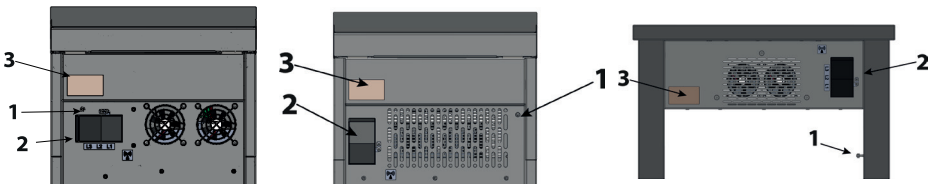

Bild 5. Ansicht des Gerätes
- Überprüfen, ob die Spannung im Energieversorgungsnetz der auf dem Leistungsschild des Gerätes angegebenen Spannung entspricht (Bild 5, Pos. 3)
- Um das Gerät an das elektrische Netz anzuschließen sollte man das Stromkabel an den Klemmkasten an der hinteren Wand des Gerätes anschließen (Bild 5, Pos. 2). **Das Stromkabel mit dem Stecker IST KEIN Teil des Sets und sollte dazugekauft werden.**
- Das Gerät sollte unbedingt an die Potentialausgleichsanlage mit Hilfe einer Potentialausgleichsschraube (Bild 5, Pos.1), die sich hinten an dem Gerät befindet, angeschlossen werden Sie ist mit folgendem Symbol gekennzeichnet: